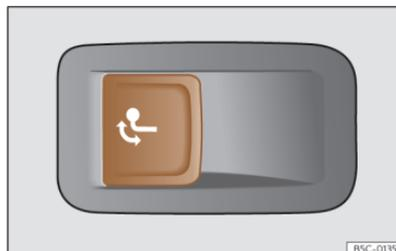

Abb. 187 Auf der linken Seite im Gepäckraum: Taste zur Entriegelung der Anhängerkupplung.
- Ziehen Sie kurz an der Taste >>> (Abb. 187). Die Anhängerkupplung wird automatisch entriegelt und dreht selbsttätig heraus. Die Kontrollleuchte der Taste blinkt.
- Ziehen Sie kurz an der Taste >>> (Abb. 187). Die Anhängerkupplung wird elektrisch entriegelt.
- Drücken Sie keinesfalls die Taste >>> (Abb. 187), wenn ein Anhänger oder ein Gepäckträger oder anderes Zubehör auf der Anhängerkupplung eingehängt ist.